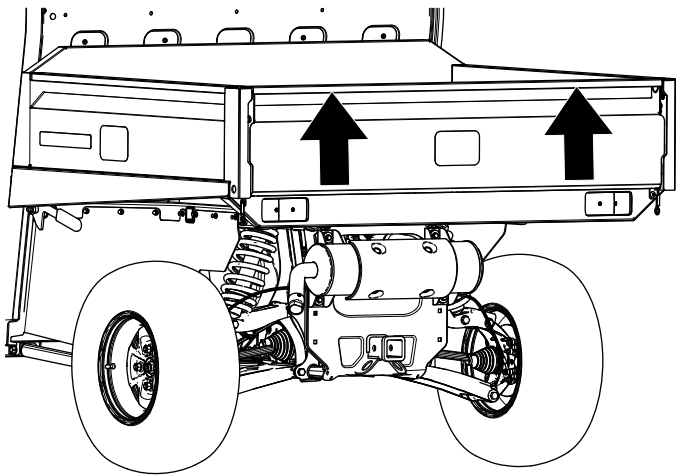

Bild 81
2. Heben Sie die Heckklappe mit beiden Händen an der Leiste oben an der Heckklappe an (Bild 81).